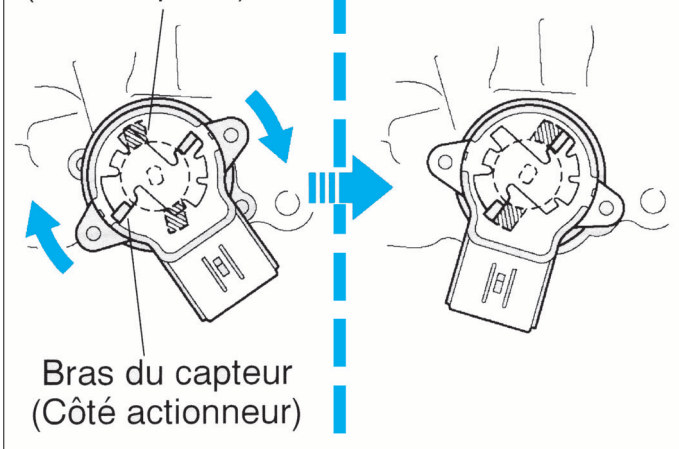

FIG. 10
- Respecter la position du capteur au remontage (fig. 10).